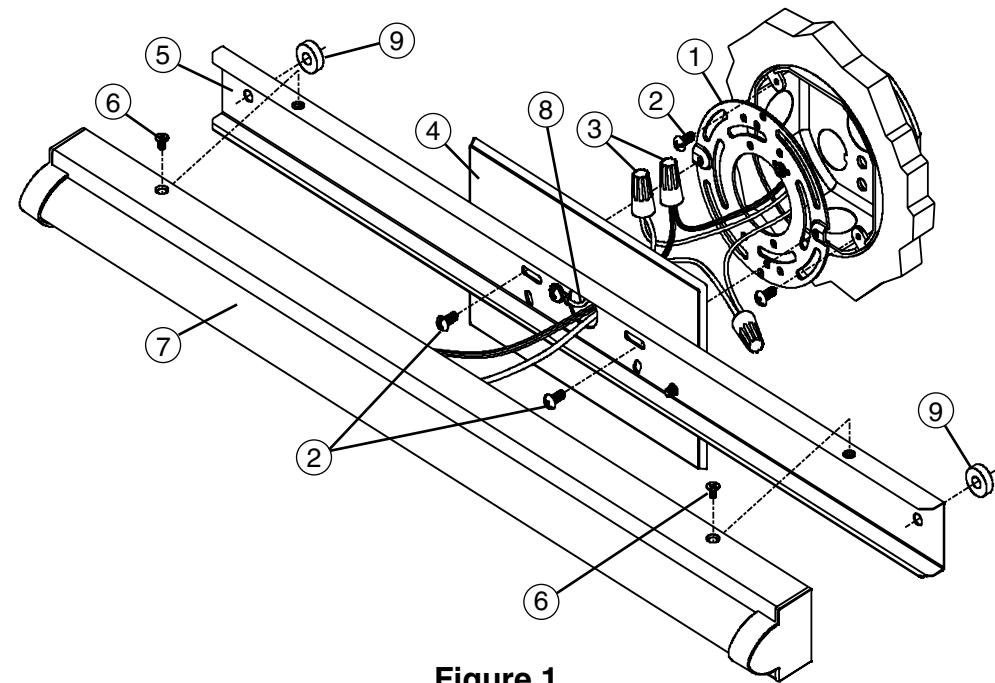
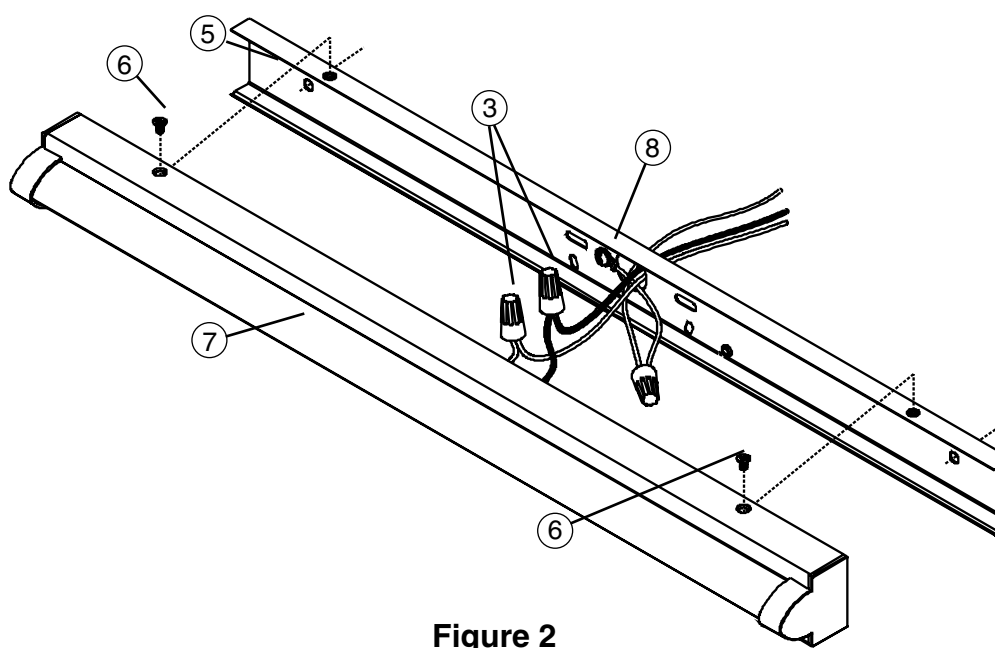
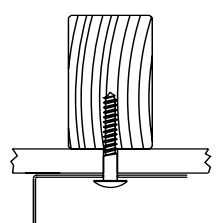
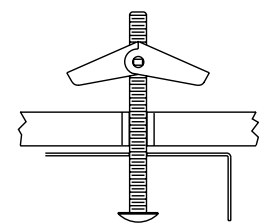

Figure 1
Figure 2
Figure 3
Figure 4
- 4a. Attacher la plaque de montage (1) au boîtier de raccordement en utilisant les vis de 1/2 po (2) pour que deux trous filetés s'alignent avec les trous de la plaque arrière (5) pour une installation verticale ou horizontale. Voir la figure 1.
- 5a. Pour soutenir les luminaires plus grands, tenir la plaque arrière (5) contre la surface de montage à l'emplacement désiré et marquer l'emplacement des trous de montage extérieurs de 1/4 po de Ø. Perceur un orifice pilote de 1/8 po de Ø à chaque emplacement.
- 6a. Si la perceuse atteint un clou ou une solive de plafond, utiliser des vis à bois (non incluses) et des supports d'espacement (9) pour sécuriser l'assemblage de plaque arrière (5) après avoir terminé les raccordements centraux. Voir la figure 3.
- 7a. Si la perceuse n'atteint pas de clou ou de solive de plafond, agrandir les trous de manière à pouvoir y insérer un boulon (non inclus). Installer le boulon dans la plaque arrière (5), un support d'espacement puis les vis avant d'effectuer les raccordements centraux. Voir la figure 4.
- 7a. Faire passer les fils du luminaire et de mise à la terre à travers le pavillon (4) et positionner le boîtier (7) et la plaque arrière (5) près de la boîte de raccordement.
- 8a. Utiliser les capuchons de connexion (3) pour connecter le fil de mise à la terre vert (9) au fil de de mise à la terre cuivre nu, puis relier le câble du luminaire noir au câble d'alimentation noir et le câble du luminaire blanc au câble d'alimentation blanc. Repousser soigneusement en place les fil connectés dans le boîtier de raccordement. Voir la figure 2.
- 9a. Séparer le boîtier (7) et maintenir la plaque arrière (5) contre la surface de montage. Si des vis à bois et des supports d'espacement (9) ou des écrous préinstallés, des supports d'espacement (9) et des vis sont utilisés, les insérer dans les avant-trous.
- 10a. Installer deux vis de 1/2 po de longueur (2) dans les fentes de la plaque arrière (5) puis dans les trous filetés de la plaque de montage (1). Maintenir le luminaire à niveau, serrer ces vis et les écrous jusqu'à ce que le luminaire soit fixé. Voir la figure 1.
- 4b. Si les règlements locaux le permettent et s'il n'y a pas de boîtier de raccordement, le luminaire peut être installé sans pavillon (4) en retirant les vis retenant le pavillon (4) à la plaque arrière et en laissant le pavillon (4) de côté.
- 5b. Couper l'alimentation au niveau du disjoncteur. Positionner la plaque arrière (5) contre la surface de montage, puis passer le câble d'alimentation par le centre. Marquer l'emplacement des trous extérieurs de 1/4 po de Ø de la plaque de montage, puis percer un orifice pilote de 1/8 po de Ø à chaque emplacement.
- 6b. Si la perceuse atteint un clou ou une solive de plafond, utiliser des vis à bois (non incluses) pour fixer la plaque arrière (5) après avoir terminé les raccordements. Voir la figure 3.
- Si la perceuse n'atteint pas de clou ou de solive de plafond, agrandir les trous de manière à pouvoir y insérer un boulon (non inclus). Installer le boulon à travers la plaque arrière, puis insérer la vis avant de terminer les raccordements. Jeter les supports d'espacement (9); voir la figure 4
- 7b. Installer un serre-câble approprié (non inclus) dans le trou du centre de 7/8 po de Ø de la plaque arrière (5). Prévoir un espace suffisant dans la surface de montage pour encastrer le serre-câble.
- 9b. Insérer les vis à bois ou les boulons préinstallés dans les trous de montage déjà percés. Maintenir le luminaire à niveau, serrer les vis ou les boulons jusqu'à ce que le luminaire soit bien fixé. Voir la figure 1.
- 10b. Utiliser les capuchons de connexion (3) afin de connecter le fil de mise à la terre vert (8) avec le fil de mise à la terre cuivre, puis connecter le câble du luminaire noir au câble d'alimentation noir et le câble du luminaire blanc au câble d'alimentation blanc. Voir la figure 2.
11. Sans pincer les câbles, positionner le boîtier d'assemblage (7) par-dessus la plaque arrière (5) en l'alignant avec les trous de montage. Insérer les vis à tête plate (6) et serrer.
- 4a. Attach Mounting Plate (1) to junction box using 1/2" long screws (2) so that two threaded holes align with slots in the Backplate (5) for horizontal or vertical installation. See Fig. 1.
- 5a. To support longer length fixtures, hold the Backplate (5) against the mounting surface in the desired location and mark the location of the Ø1/4" outer mounting holes. Drill 1/8" Ø pilot hole at each location.
- 6a. If drill encounters a stud or joist, use wood screw(s) (*not supplied*) and Spacers (9) to secure the Backplate Assembly (5) after completing wire connections. See Fig. 3.
If drill does not encounter a stud or joist, enlarge the holes to accommodate toggle nuts & bolts (*not supplied*). Install the bolt(s) through the Backplate (5), a Spacer (9) then the toggle nut before making wire connections. See Fig. 4.
- 7a. Feed the fixture and ground wires through the Canopy (4) and position the Housing (7) and Backplate Assemblies (5) near the junction box.
- 8a. Use Wirenuts (3) to connect the Green Ground Wire (9) to the bare copper ground wire, then connect the black fixture wire to the black power supply wire and the white fixture wire to the white power supply wire. Carefully push the wires back into the Junction Box. See Fig. 2.
- 9a. Separate the Housing (7) and hold the Backplate Assembly (5) against the mounting surface. If using wood screw(s) and Spacers (9) or the pre-installed toggle bolt(s), Spacers (9) and nut(s), insert them into the pre-drilled mounting holes.
- 10a. Install two 1/2" long screws (2) through slots in the Backplate (5) into the threaded holes in the Mounting Plate (1). Hold the fixture level, tighten these screws and the toggle bolts until the fixture is secure. See Fig. 1.
- 4b. If codes permit and there is no junction box, the fixture can be installed without the Canopy (4) by removing the screws holding the Canopy (4) to the Backplate (5) and setting the Canopy (4) aside.
- 5b. Turn the power off at the circuit breaker box. Position the Backplate (5) against the mounting surface, centered over the supply wire entry location. Mark the location of the 1/4" Ø outer mounting holes then drill 1/8" Ø pilot holes at each location.
- 6b. If drill encounters a stud or joist, use wood screw(s) (*not supplied*) to secure the Backplate (5) after completing wire connections. See Fig. 3.
If drill does not encounter a stud or joist, enlarge the holes to accommodate toggle nut(s) & bolt(s) (*not supplied*). Install the bolt(s) through the Backplate, then the toggle nut(s) before completing wire connections. Discard Spacers (10) See Fig. 4.
- 7b. Install an appropriate supply wire strain-relief (*not supplied*) in the 7/8" Ø center hole of the Backplate (5). Provide sufficient clearance in the mounting surface to recess the strain relief.
- 9b. Insert wood screws or the pre-installed toggle nuts and bolts into the previously drilled mounting holes. Hold the fixture level, tighten the screws or toggle bolts until the fixture is secure. See Fig. 1.